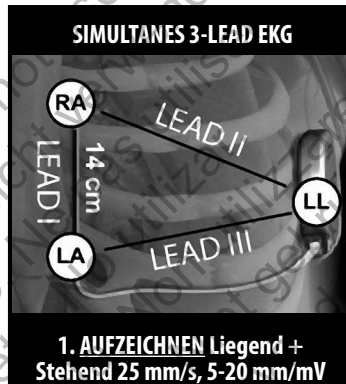

Abbildung 2: Typische Platzierung der Oberflächen-EKG-Elektroden zum Patienten-Screening
1. Zur Durchführung des Screening-Vorgangs für Patienten muss ein Oberflächen-Äquivalent der subkutanen Detektionsvektoren erstellt werden. Es ist wichtig, das Flächen-EKG an der Position zu ermitteln, die die gewünschte Position des implantierten S-ICD Systems darstellt. Bei Platzierung des S-ICD Systems an der üblichen Implantationsstelle sollte die Elektrode des Oberflächen-EKG wie unten beschrieben positioniert werden (Abbildung 2). Wenn eine vom Standard abweichende Platzierung der subkutanen Elektrode oder des Aggregat des S-ICD Systems gewünscht wird, sollten die Positionen der EKG-Elektrode entsprechend geändert werden.